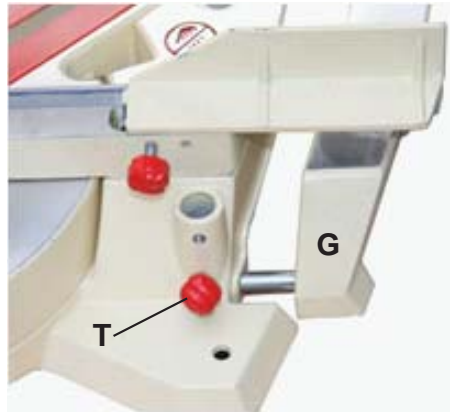

Рис. 3
- Гвинтами (Т, Рис. 3) зафіксуйте подовження столу (Г) на місці.
- Натисніть на блокувальну кнопку фланцю пилки (R, Рис. 3) та послабте кріпильний гвинт пиляльного диску за допомогою ключа у комплекті (T)